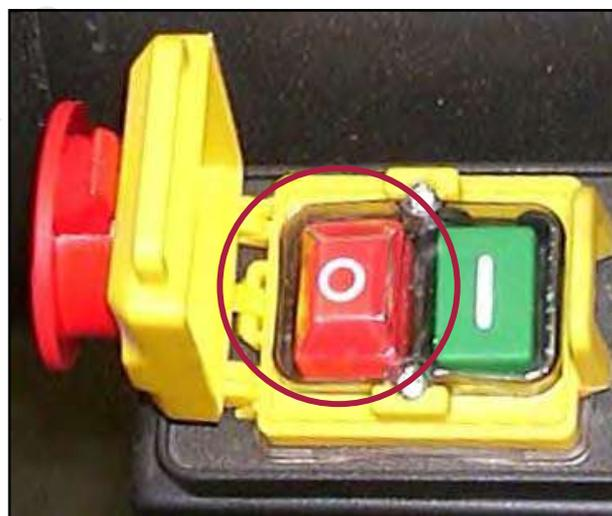

Figura 16 - Dettaglio interruttori.
Il pulsante rosso (O), serve per lo spegnimento (stop) dell'aspiratore per trucioli (Figura 16). Attraverso questo pulsante, viene tolta l'alimentazione al motore elettrico e viene così fermata la rotazione della ventola.
Per lo svuotamento del sacco (o dei sacchi, nel caso l'aspiratore per trucioli sia collegato a due macchine per la lavorazione del legno), fermate la macchina (o le macchine) per la lavorazione legno seguendo le relative istruzioni d'uso e poi l'aspiratore premendo il pulsante rosso (Figura 16) attendendo il completo arresto di tutte le macchine.